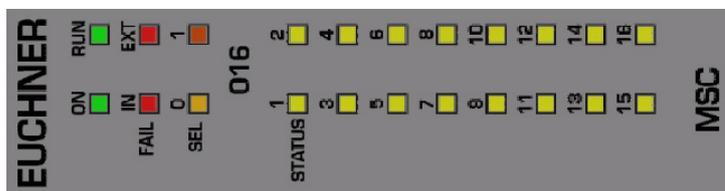

Figura 39:
8.4.12. Modulo O16 (Figura 39)